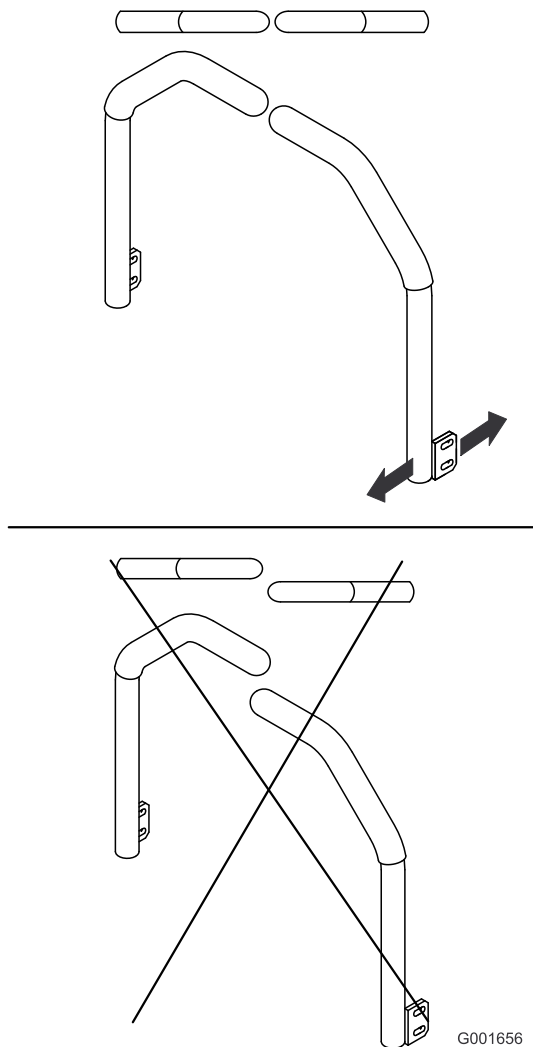

**Figura 56**
3. Afloje los pernos que sujetan las palancas de control (Figura 56).